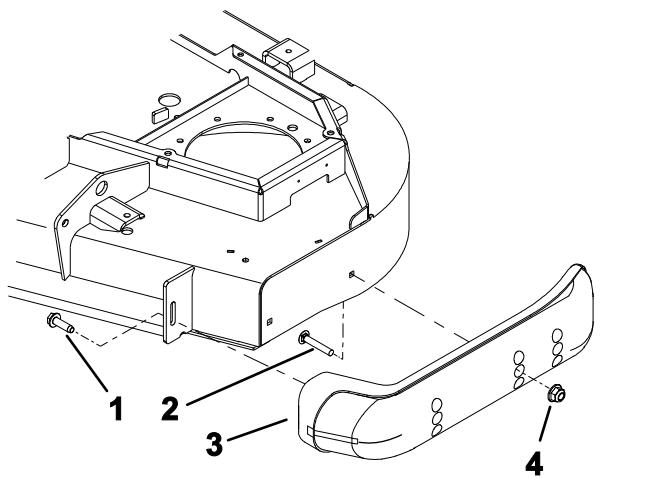

Figura 12
- Afloje el tornillo situado en la parte delantera de cada patín (Figura 12).
- Mueva cada patín a la posición deseada y fíjelos con los pernos con arandela prensada y las tuercas (Figura 12).